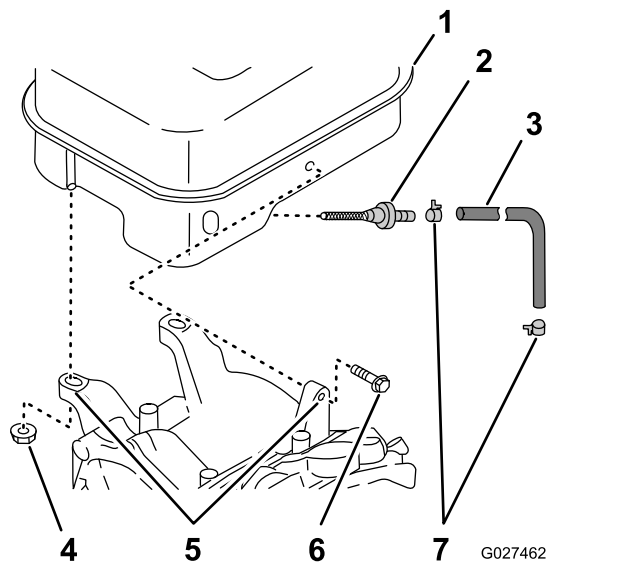
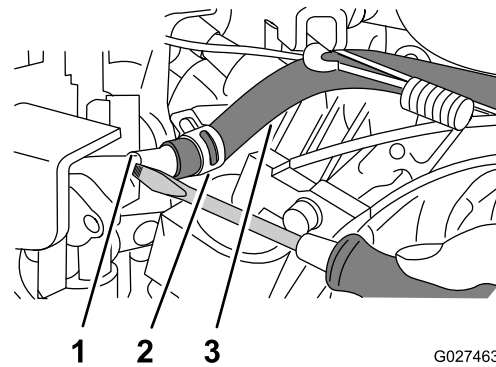
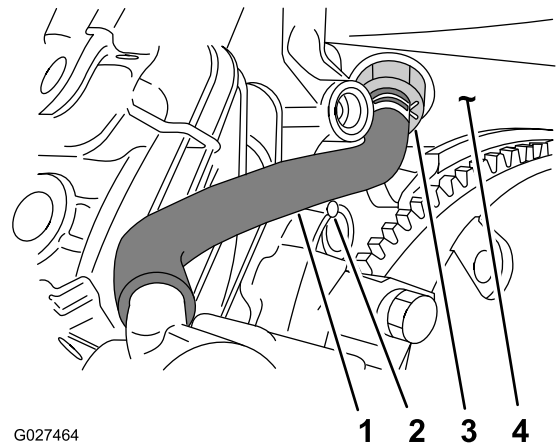

Figura 71
Figura 72
Figura 73
5. Retire los 2 pernos de 6 x 25 mm y las 2 tuercas de 8 mm que sujetan el depósito de combustible (Figura 71).
6. Afloje la abrazadera y desconecte el tubo de combustible del acoplamiento del carburador (Figura 72).
7. Retire el depósito de combustible del cárter del motor (Figura 71 y Figura 73).
1. Afloje la abrazadera y desconecte el tubo de combustible del acoplamiento del filtro de combustible (Figura 71).
2. Gire el filtro de combustible en sentido antihorario y retírelo del depósito de combustible (Figura 71).
4. Enrosque el filtro de combustible en el depósito de combustible (Figura 71).
6. Alinee la manguera de combustible que retiró en el paso 1 sobre el acoplamiento del filtro de combustible (Figura 71 y Figura 73).
7. Sujete la manguera al acoplamiento del filtro con la abrazadera (Figura 71 y Figura 73).
2. Alinee el depósito de combustible con los soportes del depósito del motor (Figura 71).
3. Alinee la manguera de combustible que retiró en el paso 6 de Retirada del depósito de combustible \(página 62\) con el acoplamiento del carburador (Figura 72 y Figura 73).
4. Sujete la manguera al acoplamiento del carburador con la abrazadera (Figura 72).
5. Monte el depósito en los soportes del depósito del motor con los 2 pernos de 6 x 25 mm y las 2 tuercas de 8 mm (Figura 71).